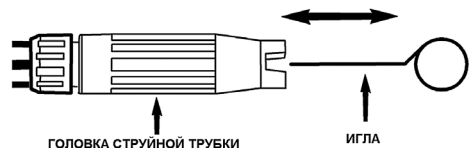

Рис. 14 Чистка форсунки струйной трубки
4. С помощью иглы для чистки форсунки струйной трубки (поставляется в комплекте) прочистите форсунку струйной трубки (Рис. 14).